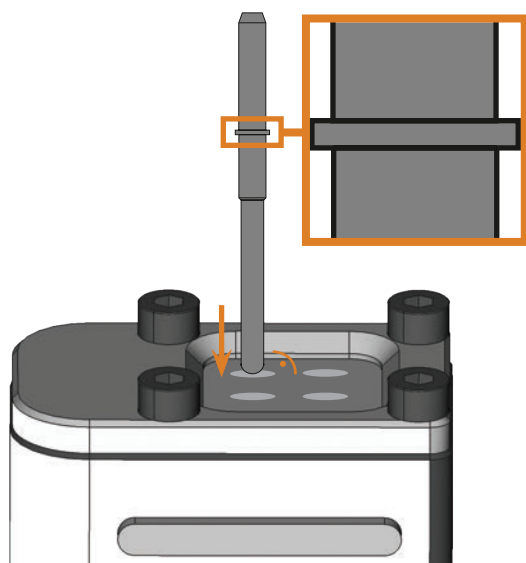

FIG. 17: INSTALLER L'OUTIL DANS LA POSITION D'OUTIL ; À DROITE, VUE AGRANDIE DU CIRCLIPS POSÉ SUR L'OUTIL
- Installer les outils bien droits dans leurs positions et les enfoncer jusqu'à ce que la bague touche le caoutchouc (☞ Fig. 17).